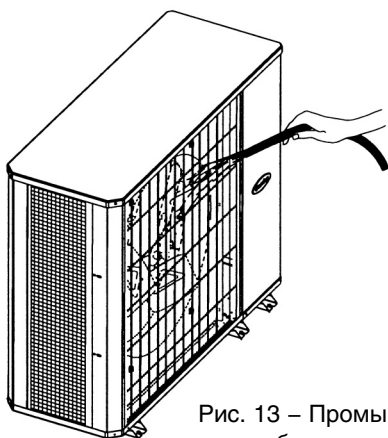

Рис. 13 – Промывание теплообменника водой
- Промойте теплообменник водой с помощью шланга или другого подходящего оборудования (рис. 13). Убедитесь, что Вы смыли всю пыль и грязь из дренажных отверстий, расположенных внизу агрегата. Двигатель вентилятора – во влагозащищенном исполнении.